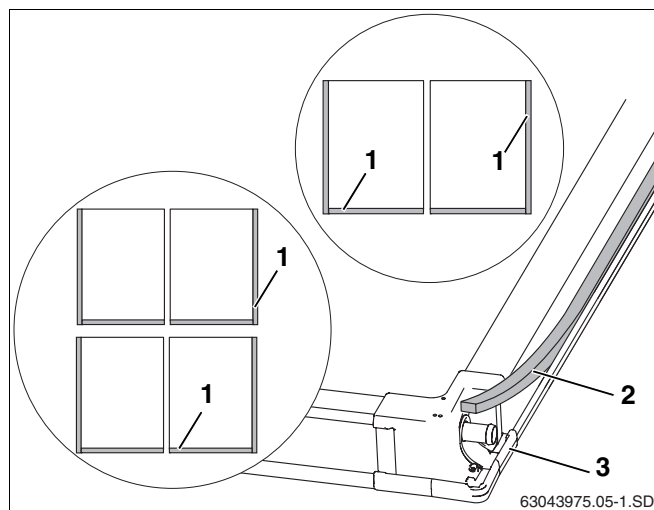

Рис. 23 Задняя сторона коллектора
В местах соединений боковых и нижних накладных листов с коллекторами (рис. 23, поз. 1) должна быть уложена уплотняющая лента.
- Уложить уплотняющую ленту (рис. 23, поз. 2) клеящей стороной вперед в пазы наружной стороны крайнего коллектора и внизу каждого коллектора (рис. 23, поз. 1), в т.ч. в угловой соединительный элемент (рис. 23, поз. 3).